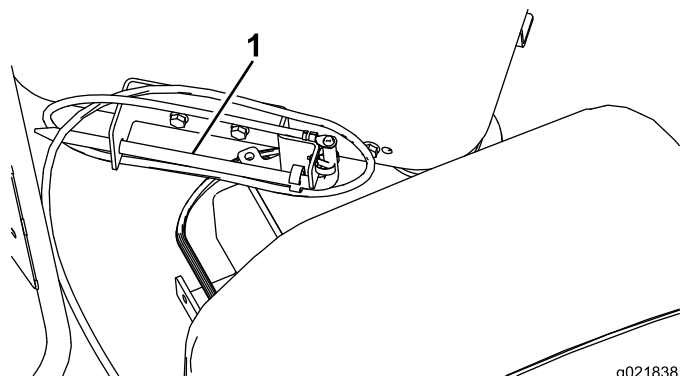

Figure 85
1. Retirez le piquet de mise à la terre de son support sur le côté de la plate-forme de l'opérateur (Figure 85).
2. Descendez le chariot au bout du cadre de forage et pulvérisez du composé d'étanchéité sur le filetage de l'arbre. Ramenez ensuite le chariot à l'extrémité supérieure du cadre (Figure 85).